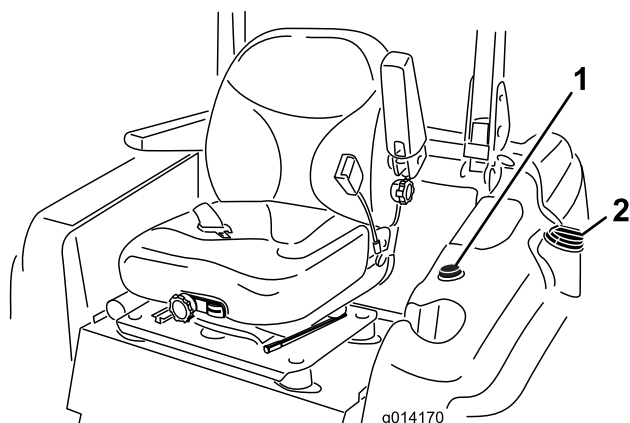

Bild 9
3. Reinigen Sie den Bereich um den Tankdeckel und nehmen Sie den Deckel ab (Bild 9).